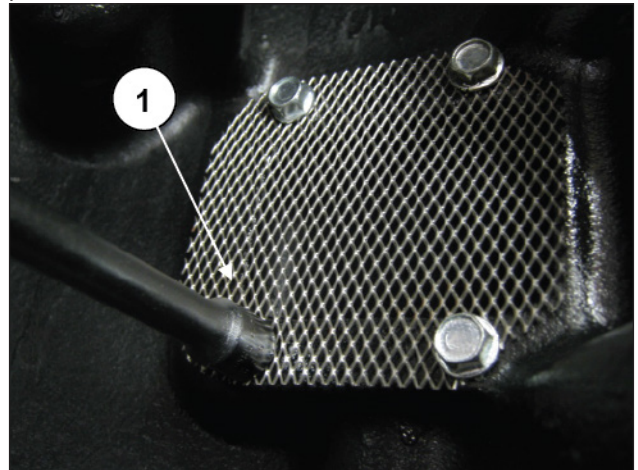

Abb. 50
Entfernen Sie die vier Filternetz-Befestigungsschrauben um Zugang zum Saugbereich der Ölpumpe zu erhalten und prüfen Sie die Sauberkeit darin (Pos. ①, Abb. 50).